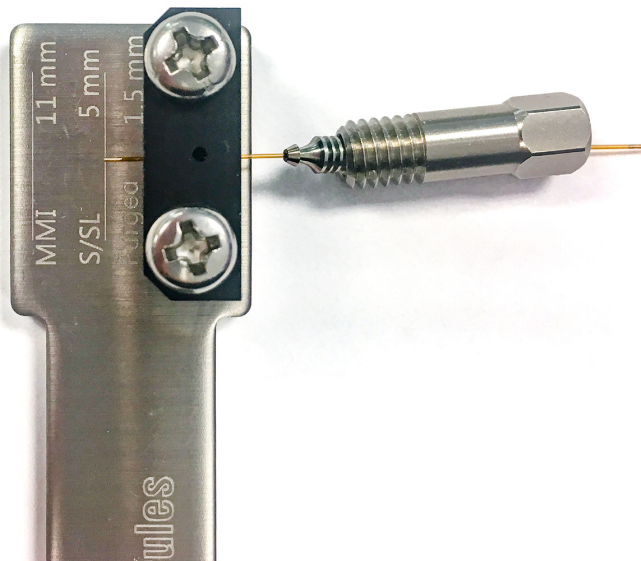

Figura 13. Pase la columna por la tuerca de columna, la férula y la herramienta de conexión
- 3 Pase el extremo de la columna por la tuerca de columna, la férula y la herramienta de conexión, como se muestra en la **Figura 13**.